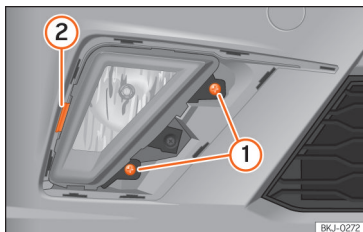

Fig. 166 Farol de nevoeiro: desmontar o porta-lâmpadas
- Retire os dois parafusos » » Fig. 166 ① e utilize o grampo ② como alavanca para retirar o farol de nevoeiro.